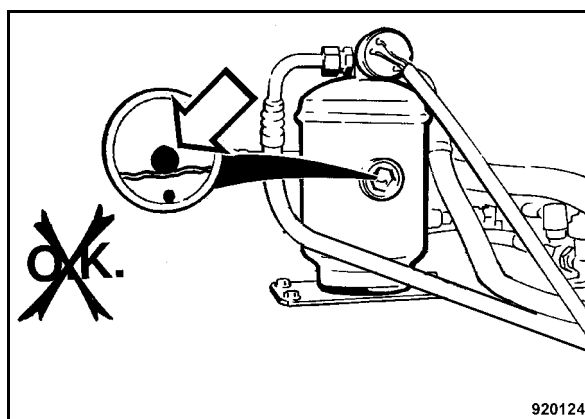

Fig. 144
- Se la sfera galleggiante bianca (Fig. 144) galleggia in basso nel tubo di livello dell'unità di essiccazione/raccolta, informare il servizio d'assistenza tecnica.